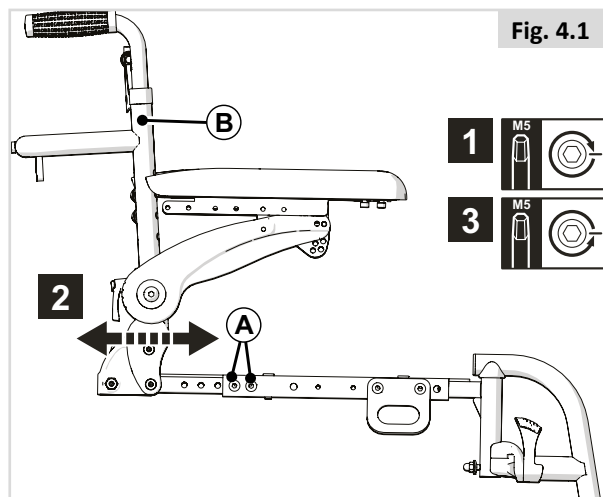

Fig. 4.1
**Profundidad del respaldo (Fig. 4.1):**
1. Desenrosque y retire las 2 piezas (A) en ambos lados.
2. Ajuste (B) en la posición deseada.
3. Vuelva a colocar y ajuste todas las piezas de sujeción (A).